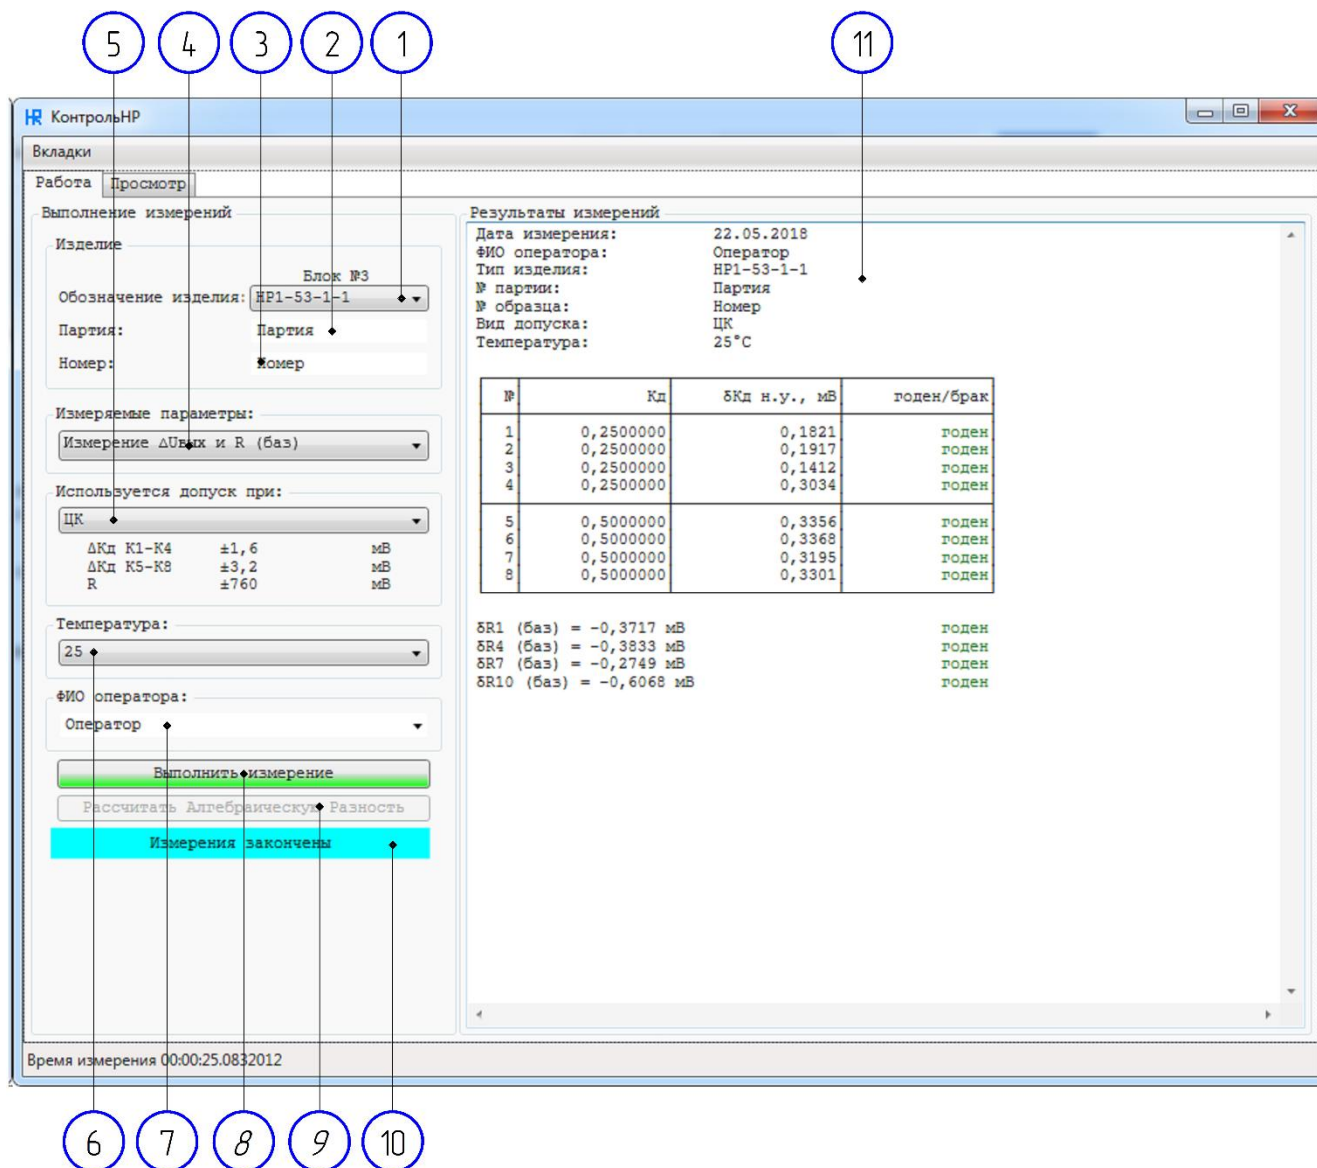

Рисунок 3
2.3.1.4 Выбрать обозначение изделия (Рисунок 3, выноска 1).
2.3.1.5 Внести информацию о партии изделия (Рисунок 3, выноска 2).
2.3.1.6 Внести информацию о номере изделия (Рисунок 3, выноска 3).
2.3.1.7 Выбрать измеряемые параметры (Рисунок 3, выноска 4).
2.3.1.8 Выбрать используемый допуск (Рисунок 3, выноска 5).
2.3.1.9 Выбрать температуру условий измерения (Рисунок 3, выноска 6).
2.3.1.10 Внести ФИО оператора (Рисунок 3, выноска 7).
2.3.1.11 Для запуска измерения нажать кнопку «Выполнить измерение» (Рисунок 3, выноска 8), во время измерения в области, обозначенной выноской 10 (Рисунок 3) будет отображаться информация о ходе измерения.
2.3.1.12 По истечении времени измерения в области, обозначенной выноской 11 (Рисунок 3), отобразятся результаты измерения погрешностей всех коэффициентов деления; Если выбраны измеряемые параметры «Измерение $\Delta U_{вых}$ и R(баз)», то в области, обозначенной выноской 11 (Рисунок 3) так же отобразятся результаты измерения сопротивлений базовых резисторов.
2.3.1.13 Для выполнения температурных расчетов необходимо произвести соответствующих измерения при разных температурах, после чего нажать кнопку, обозначенную выноской 9 (Рисунок 3). Поиск и загрузка заданных файлов производится автоматически. После выполнения расчетов на мониторе компьютера появится окно, представленное на Рисунке 4. Структура полей Рисунка 4 аналогична структуре полей Рисунка 3.